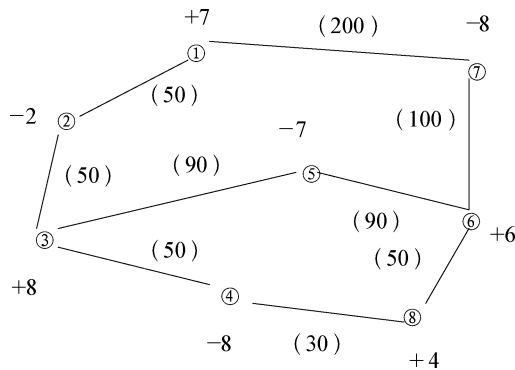

图 1-12 运输线路成圈的调运方案
(2) 运输线路成圈的图上作业法。运输线路成圈,就是形成闭合回路的环形线路,可以是一个圈或者多个圈。在图 1-12 中,包含有两个圈,一是由①、②、③、⑤、⑥、⑦组成的圈;另一是由③、④、⑧、⑥、⑤组成的圈。圈可以是三角形、四边形和多边形。图 1-12 中的两个圈都是多边形。起运站(目的地)之间线路旁括号内标注的数字表示两点之间的距离。